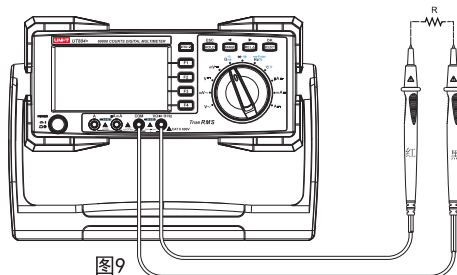

图9
- (1) 将红表笔插入" Ω "插孔，黑表笔插入"COM"孔。
- (2) 将仪表的旋转开关转到" Ω_{ns} "测量档，按SELECT键选择电阻测量 Ω 档，如图9，将表笔并联到被测电阻二端上。
- (2) 将仪表的旋转开关转到" Ω_{ns} "测量档，按SELECT键选择电导60nS测量档，如图9，将表笔并联到被测电阻二端上。
- (3) 从显示器上直接读取被测电导值。
- (2) 将仪表的旋转开关转到" Ω_{ns} "测量档，按SELECT键选择通断测试档，如图9，将表笔并联到被测电阻二端上。当被测二端之间电阻 $<10\Omega$ ，蜂鸣器连续发声， $>50\Omega$ ，蜂鸣器不发声。
- (3) 从显示器上直接读取被测电阻值。